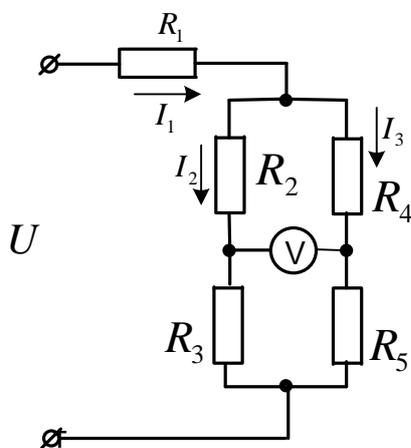

Рисунок 19
**Задача 17.** Определить показания вольтметра (рис. 19.), если  $R_1=4\text{Ом}$ ,  $R_2=2\text{Ом}$ ,  $R_3=4\text{Ом}$ ,  $R_5=2\text{Ом}$ ,  $U=20\text{В}$ . ( $R_V=\infty$ ).